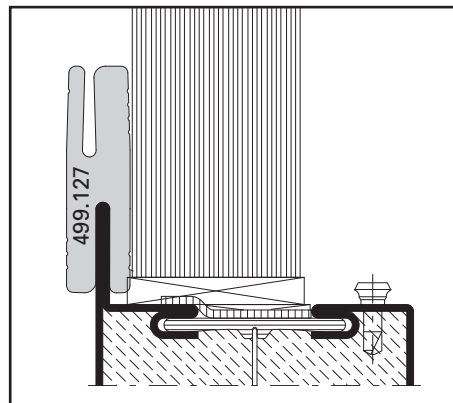

Abb. 22 / Fig. 22 / Fig. 22
- Abstandhalter 499.127 positionieren (8 bis 12 Stück/Scheibe) Abb. 22.
- Positionner les pièces de distance 499.127 (8 à 12 pièces/vitre) fig. 22.
- Position the spacers 499.127 (8 to 12 pieces/pane) fig. 22.